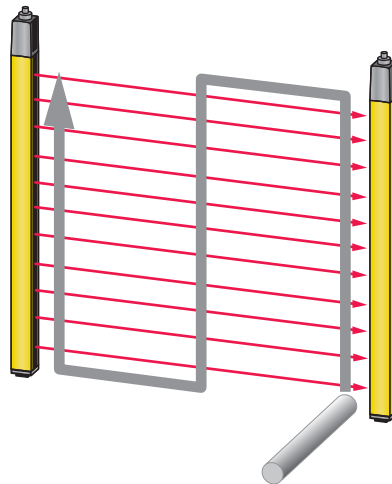

Figure 9.1: Contrôle du fonctionnement du champ de protection à l'aide du témoin de contrôle
↻ Pendant le fonctionnement, interrompez un faisceau lumineux actif à l'aide d'un objet de test prévu à cet effet (voir figure 9.1). Le mouvement présentant un danger est-il immédiatement arrêté ?
- ↻ Interrompez tous les faisceaux lumineux à différentes distances de l'émetteur et du récepteur à l'aide du témoin de contrôle, depuis un emplacement situé en dehors de la zone dangereuse (voir figure 9.1) et assurez-vous que la machine ne peut pas être mise en route lorsque le faisceau lumineux est interrompu.